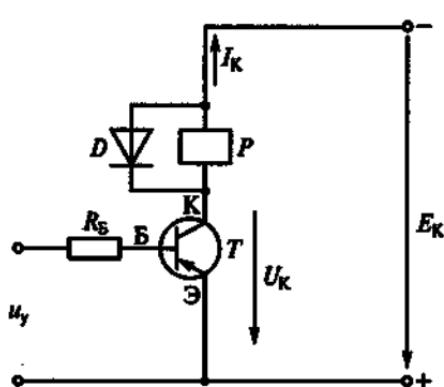

Рис. 273
12.17.Р. На рис. 273 приведена схема ключа на биполярном транзисторе T , в цепь коллектора которого включена обмотка электромагнитного реле P . С какой целью обмотка реле шунтируется обратным диодом D ?